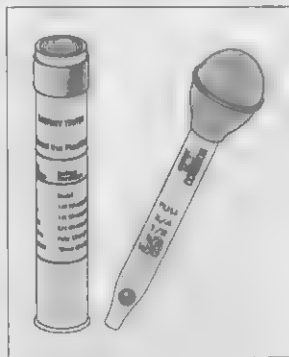

Рис. 3.7. Аккумуляторный пробник
- 8. Если у вас возникли проблемы с запуском двигателя, если фары светят тускло или батарея старая и у нее есть крышки, которые можно снять и заглянуть вовнутрь, купите аккумуляторный пробник (рис. 3.7) и проверяйте с его помощью плотность электролита в банках АКБ.**